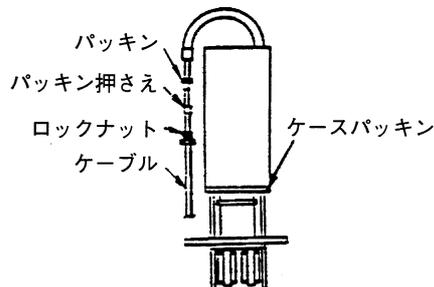

図4-27
- (2) 取手先端部のロックナットをはずして下さい。
- (3) ケーブルを取手の中に押し込みながら、ケース取手を徐々に持ち上げて下さい。約5cm程開いた所で一旦、元に戻して下さい。パッキン押さえとパッキンが出てきます。(図4-27)